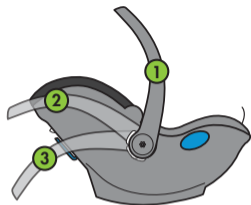

Figure 25
La poignée de transport a trois positions de réglage, illustrées à la **Figure 25** : droite (1), rangée (2), au sol (3).